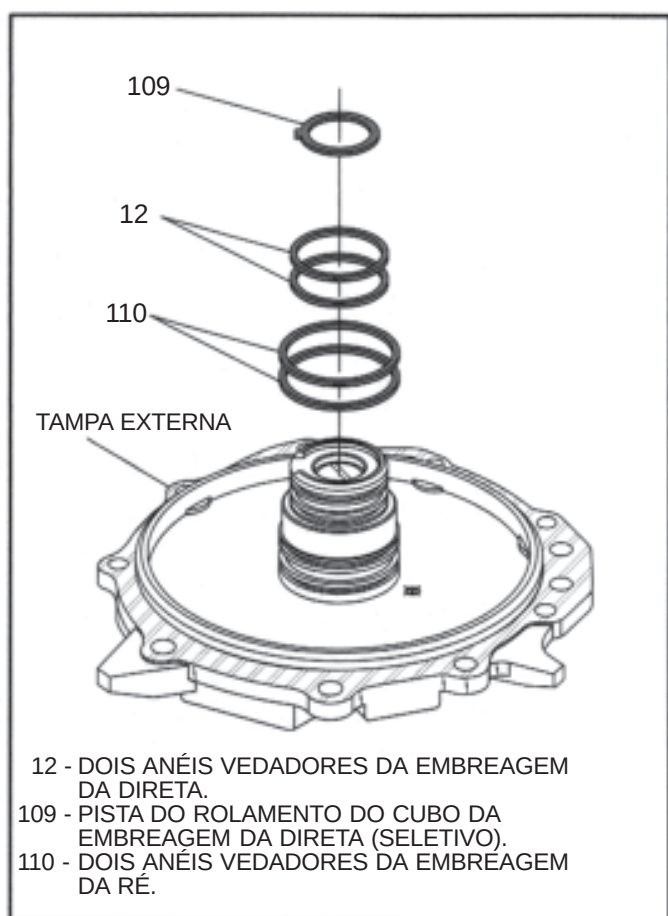

Figura 27
12. Remova da tampa externa a pista do rolamento do cubo da embreagem da direita, conforme ilustrado na Figura 27.
13. Remova e descarte os anéis vedadores da embreagem da direita e da ré, conforme ilustrado na Figura 27.